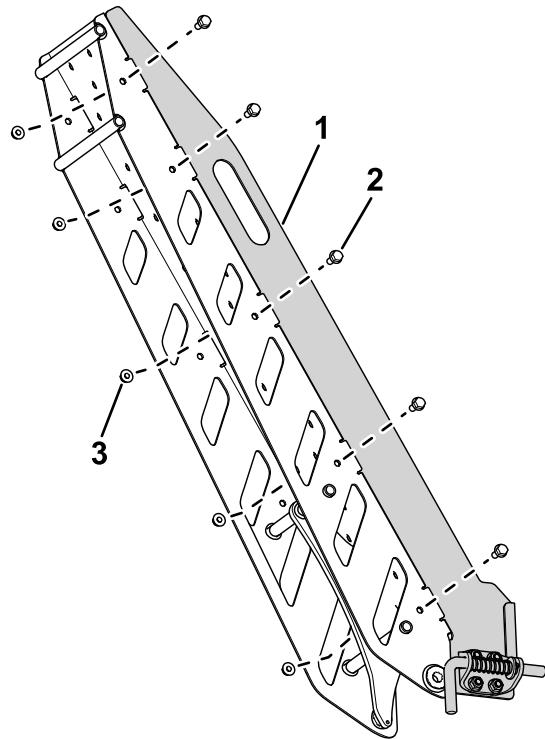

**Figura 9**
1. Utilice 4 tornillos con cabeza Torx y 4 tuercas (5/16") para fijar el soporte del pasador del cierre a la placa de guía en el conjunto de la rampa (Figura 9).